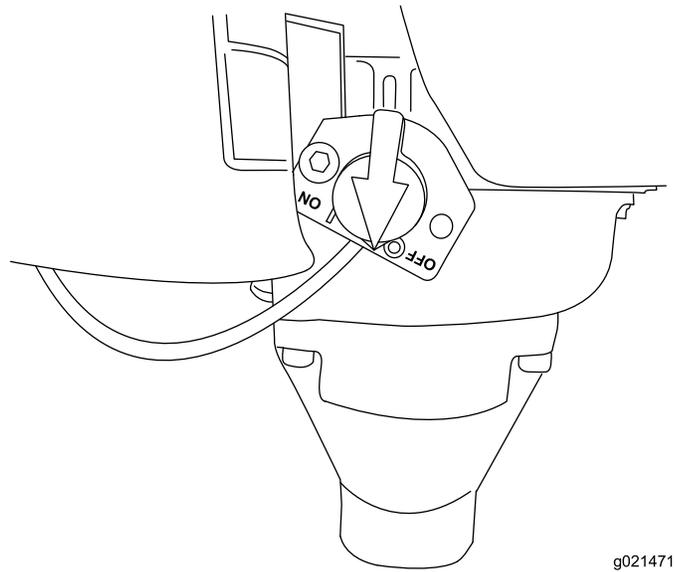

Figure 12
La commande Marche/Arrêt (Figure 12) permet de démarrer et d'arrêter le moteur. Cette commande est située à l'avant du moteur. Elle porte les lettres I (Marche) et O (Arrêt). Tournez la commande en position de Marche (ON) pour démarrer le moteur et le faire tourner. Tournez la commande en position d'Arrêt (OFF) pour arrêter le moteur.